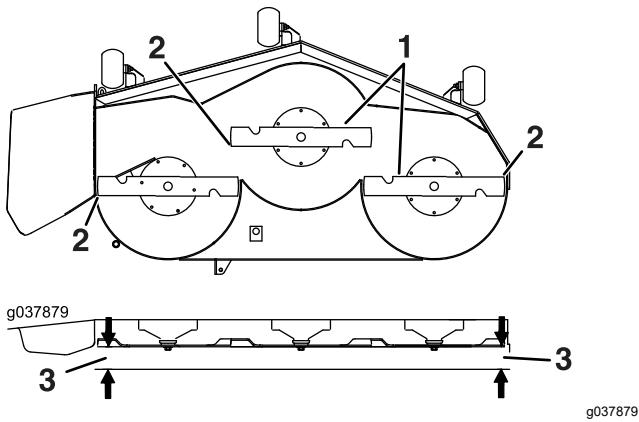

Figura 98
6. Mesurez la distance entre la pointe des lames et le sol plat (Figura 98). Si les deux mesures diffèrent de plus de 5 mm (3/16 po), ajustez l'horizontalité des lames; poursuivez cette procédure.
14. Tournez prudemment les lames pour qu'elles soient parallèles dans le sens transversal (Figura 98).